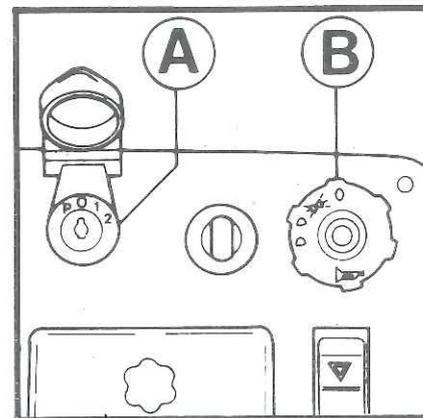

Abb. 7 Anlasser und Lichtschalter.
Der Schlüssel kann auf vier Positionen gestellt werden - «A» (Abb. 7):
Mit Schlüssel auf Position 1 wird das Einschalten der Scheinwerfer in der Folge «B» (Abb. 7) ermöglicht. Die Hupe wird durch leichten Druck auf den Lichtschalter ausgelöst.
- den Schlüssel an der Schalttafel einstecken (Abb. 7) und auf die Position 1 drehen; dabei sollen nur die Kontrollampen für unzureichende Batterieladung, unzureichenden Öldruck und für die Vorwärmfunktion aufleuchten.